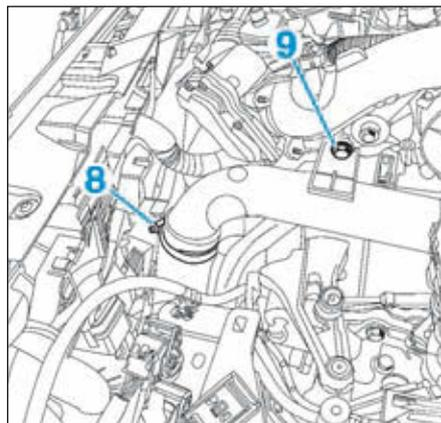

FIG.49
- Desserrer le collier (8) (Fig.49).
- Déposer la vis (9) du conduit de volet d'admission.